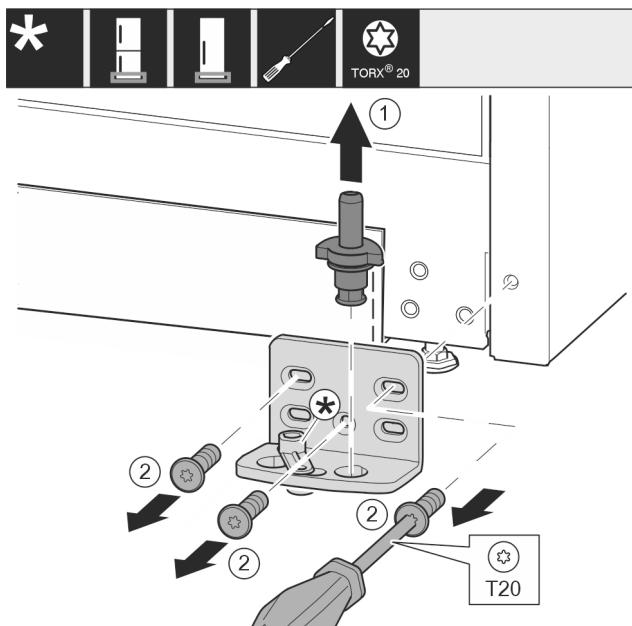

Fig. 13
- Ložiskový čap vytiahnite úplne nahor. Fig. 13 (1)
- Skrutky vyskrutkujte skrutkovačom T20 a odnímte ložiskovú konzolu. Fig. 13 (2)